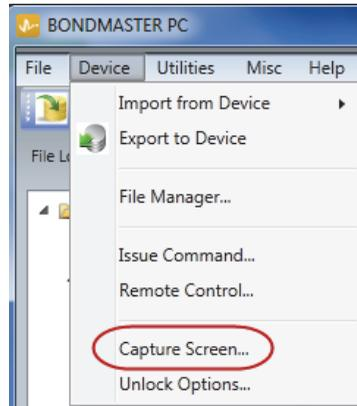

Figura 7-1 Menú Device del *software* BondMaster PC
3. En el menú **Device**, seleccione la opción **Capture Screen**. Ver la Figura 7-1 en la página 192.